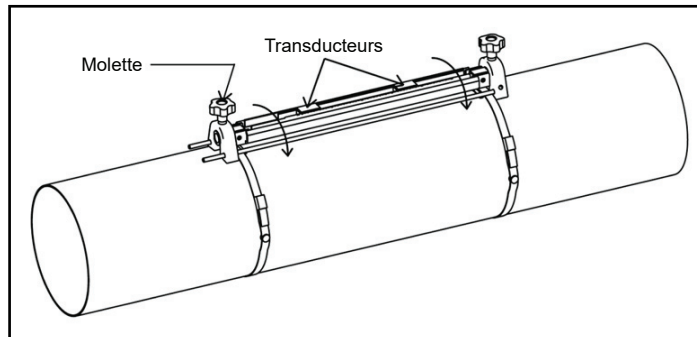

Figure 12 : Transducteurs visibles
- a. Desserrez les deux transducteurs et faites pivoter le dispositif de fixation de manière à ce que les transducteurs soient visibles (voir la figure 12 ci-dessous).
- a. Faites pivoter le dispositif de fixation de sorte que les transducteurs soient visibles (voir la figure 12, page 12).